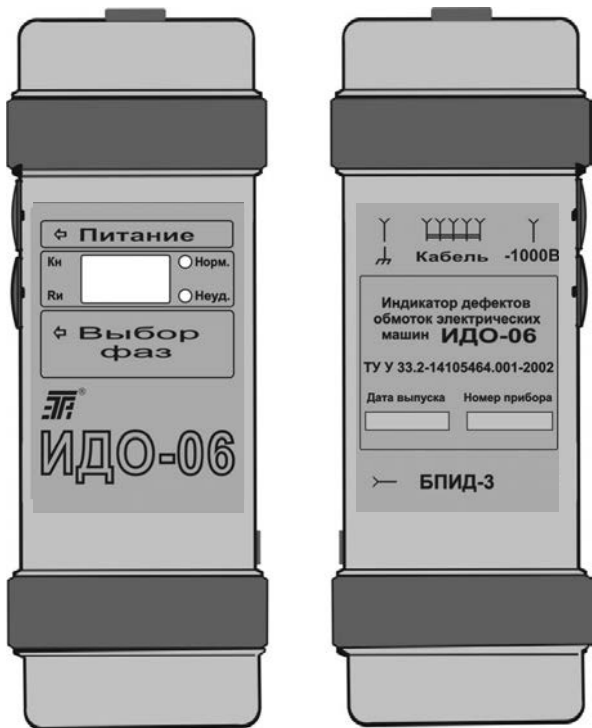

Рис. 4.1
4.1 Конструкция индикатора (рис. 4.1, 4.2)
- 2) присоединить блок питания к индикатору (см. рис. 4.1, 4.2);
7.1.2 Подключить к индикатору соединительный кабель (см. рис. 4.1, 4.2).
7.2.1 Подключить к индикатору соединительные провода (см. рис. 4.1, 4.2).